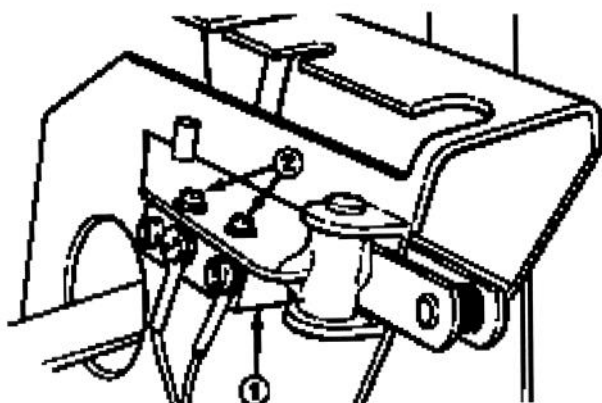

Figure 10
- Répéter l'opération en utilisant le long côté du calibre de hauteur sur chacun des fuseaux de roue arrière (Fig. 10).
- Répéter l'opération en utilisant le long côté du calibre de hauteur sur chaque fuseau de roue arrière (Fig. 10).